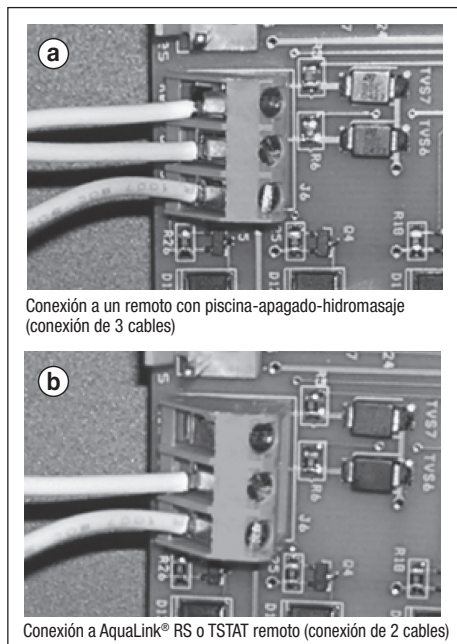

Figura 11. Cableado de conexión a un remoto
4. Conecte el cableado del sistema de control de la piscina/del hidromasaje al terminal del control remoto de la bomba de calor. Consulte la Figura 11(a).
2. Conecte dos (2) cables a los terminales verdes de 10 pines 1 y 2 de AquaLink RS.
3. Ponga DIP S2-1 (pin 1 del interruptor DIP de 4 posiciones) en posición ON (Encendido). Consulte la Figura 11.
4. Conecte el cableado del sistema de control de la piscina/del hidromasaje al terminal del control remoto de la bomba de calor. Consulte la Figura 11(b).